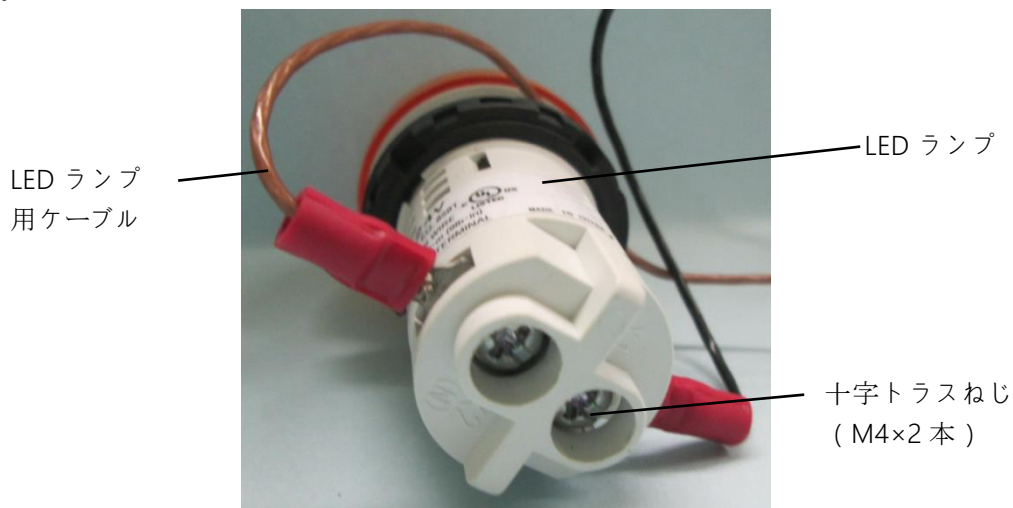

図 7.59 LED ランプ用ケーブル取外し
- 2) LED ランプの底の十字トラスねじ (M4×2 本) を緩め、LED ランプ用ケーブルの Y 型端子を噛ませて十字トラスねじ (M4×2 本) を締めて固定します。(図 7.59 LED ランプ用ケーブル取外し参照、固定する組合せは問いません。)